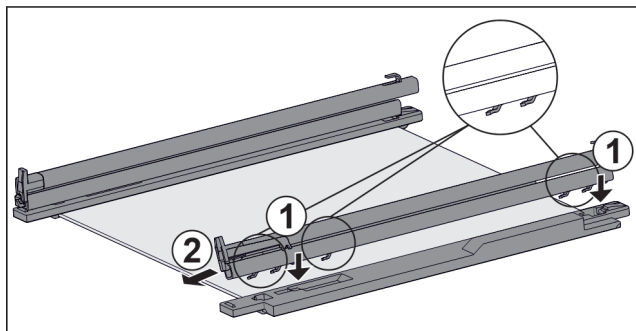

Fig. 121 Ripiano in vetro con guide e fermi
- ▶ Inserire il gancio della guida sulle aperture del **gancio** sinistro. Fig. 121 (1)
- ▶ Tirare la guida in avanti. Fig. 121 (2)
- ▶ Inserire il gancio della guida nelle aperture del **gancio** destro. Fig. 121 (1)